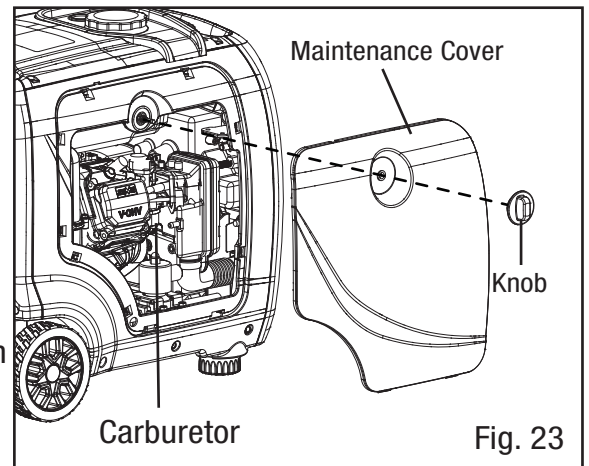
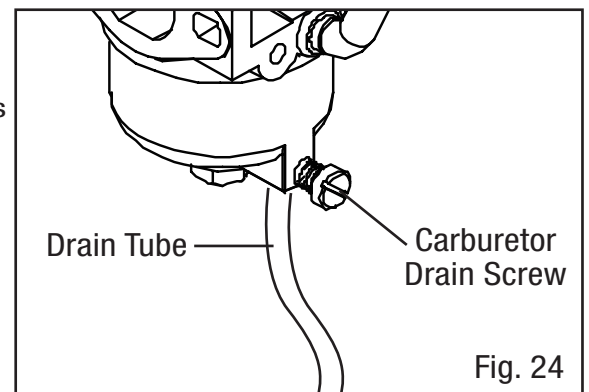

Fig. 23
Fig. 24
4. Der Zugang zum Vergaser befindet sich zwischen dem Motor und dem Luftfilter (Abb. 23). Suchen Sie den transparenten Schlauch vom Vergaser (Abb. 24), der durch die Grundplatte des Generators nach unten führt.
6. Öffnen Sie die Vergaserablassschraube (Abb. 24) mit einem Schlitzschraubendreher (nicht im Lieferumfang enthalten) und lassen Sie das Benzin, das sich im Vergaser angesammelt hat, durch das Ablassrohr in den zugelassenen Benzinaufbewahrungsbehälter ab.